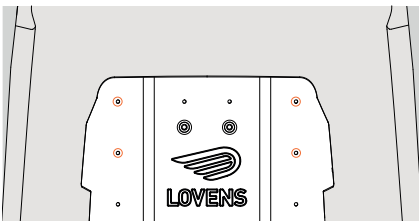

Abbildung 3 - Entfernen der Kappen.
6. Bevor der Vordersitz eingebaut werden kann, müssen die vier Kappen (wie in Abbildung 3 dargestellt) entfernt werden. Verwenden Sie dazu einen Flachsraubenzieher und führen Sie diesen vorsichtig unter die Kappen.